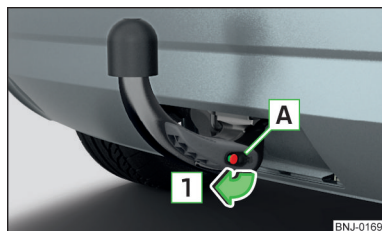

Bild 158
- Ta av locket **A** från låset i pilens riktning **1** » bild 158.